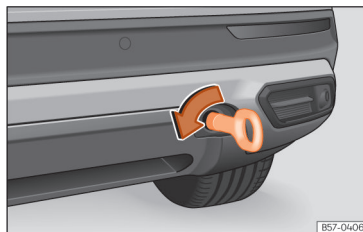

Fig. 200 Partea dreaptă a barei de protecție spate: inel de remorcare înșurubat.
- Înșurubați inelul de tractare în carcasă, prin rotire completă **în sens antiorar** »» fig. 200, »» ①. Utilizați un obiect adecvat, care să permită strângerea completă și sigură a inelului de tractare pe carcasă.